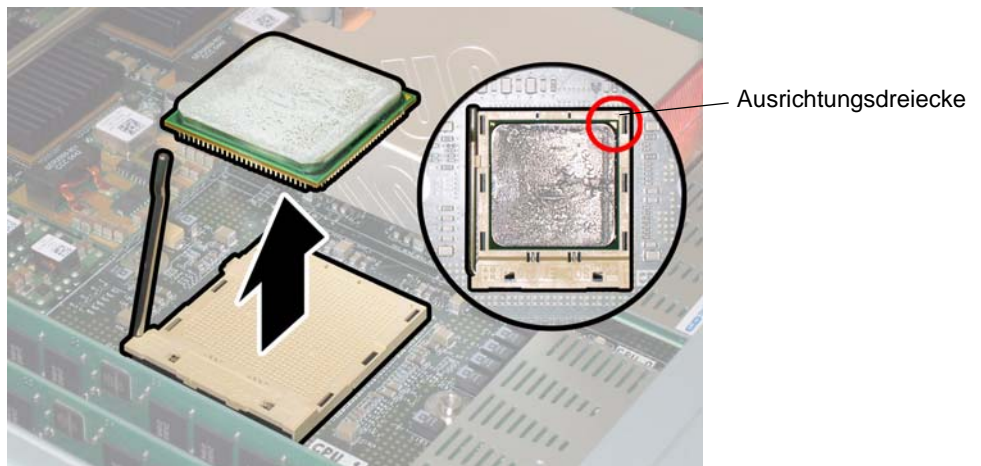

ABBILDUNG 3-47 Entfernen der CPU aus dem Sockel
- e. Belassen Sie den Feststellhebel in der senkrechten Position, und heben Sie die CPU aus dem Sockel heraus. Siehe ABBILDUNG 3-47.